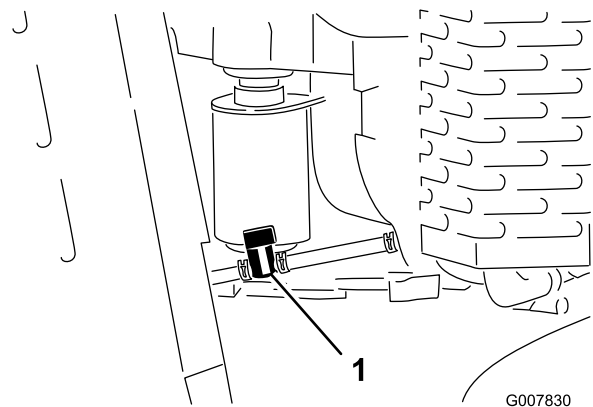

Figura 41
4. Gire la válvula de cierre del combustible a la posición de cerrado (Figura 41).
5. Apriete los extremos de la abrazadera en el lado del motor de la válvula de cierre, y deslícela por el tubo de combustible, alejándola de la válvula (Figura 41).
6. Retire el tubo de combustible de la válvula (Figura 41). Abra la válvula de cierre del combustible y deje que la gasolina se drene en un recipiente.
7. Gire la válvula de cierre del combustible a la posición de abierto (Figura 41).
3. Gire la válvula de cierre del combustible a la posición de cerrado (Figura 41).